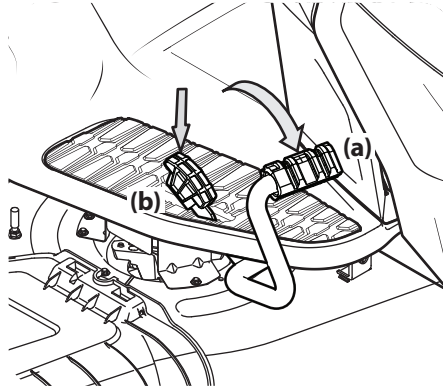

Figure 3-4
3. Pour vous déplacer en MARCHÉ ARRIÈRE, assurez-vous qu'il n'y a pas d'obstruction derrière vous, puis appuyez lentement sur la pédale d'accélérateur (b) avec la plante de votre pied (et pas votre talon) jusqu'à l'obtention de la vitesse désirée. Voir la Figure 3-4.